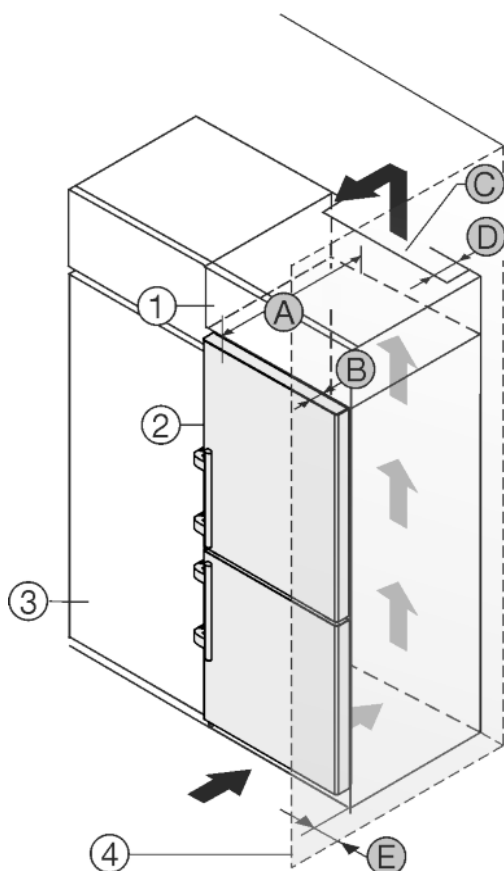

Fig. 26
Spotřebič lze zabudovat do kuchyňských skříní. K vyrovnání spotřebiče Fig. 26 (2) na výšku kuchyňské linky lze na přístroj nasadit nástavec Fig. 26 (1).
Spotřebič lze instalovat přímo vedle kuchyňské skříňky Fig. 26 (3). Aby bylo možné dvířka plně otevřít, musí spotřebič přesahovat o hloubku Fig. 26 (B) vůči přední linii kuchyňské skříňky. V závislosti na hloubce kuchyňských linek a použití vymezovačů odstupů od stěny může spotřebič vyčnívat dále.
- Na zadní straně skříňky nástavce musí být větrací šachta hluboká alespoň hloubku Fig. 26 (D) mm přes celou šířku nástavce skříňky.
- Pod stropem místnosti musí být dodržen ventilační průřez Fig. 26 (C).
Pokud je spotřebič se závěsy instalován vedle stěny Fig. 26 (4), musí být dodržena vzdálenost Fig. 26 (E) mezi spotřebičem a stěnou. To odpovídá přesahu madla při otevřených dveřích.